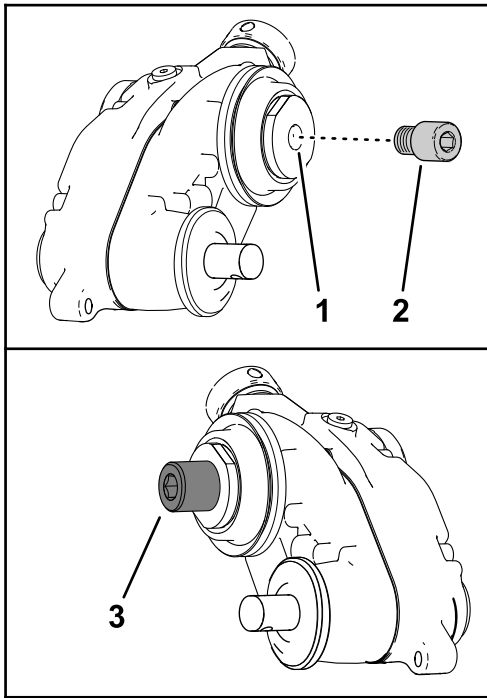

Figure 10
- Appliquez du frein-filet moyenne résistance (tel que Loctite® 243 bleu) sur le filetage intérieur de l'arbre du boîtier d'entraînement, comme illustré Figure 10, puis serrez l'adaptateur du cylindre et l'arbre du boîtier d'entraînement à un couple de 150 à 163 N m.